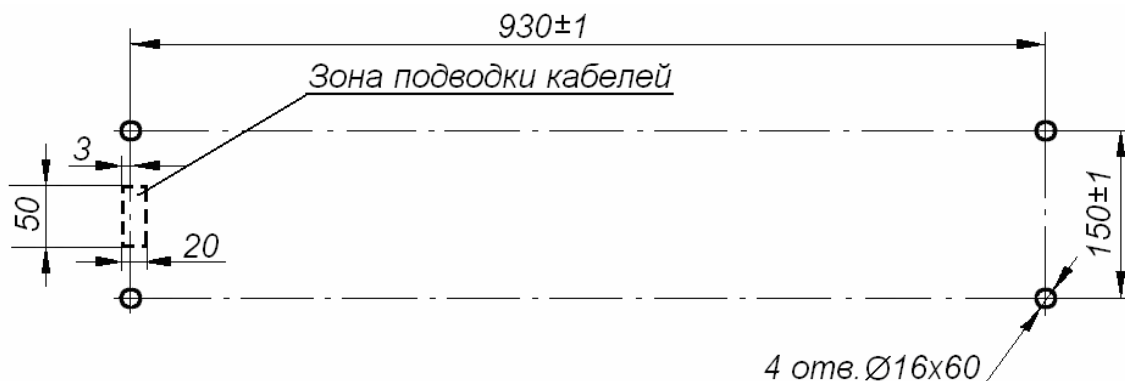

Рисунок 10. Схема разметки отверстий для крепления стойки турникета
- производить разметку установочных отверстий в соответствии с рис. 10;
8.4.3 При необходимости прокладки кабелей (13) и (14) под поверхностью пола подготовьте в полу кабельный канал, подходящий к зоне подводки указанных кабелей к стойке (рисунок 10).